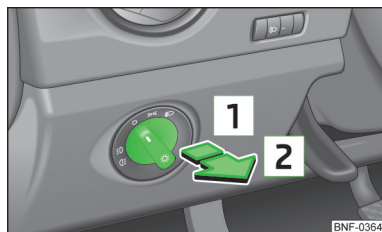

Fig. 25
- Drej først lyskontakten » Fig. 25 til position **⌂** eller **⌂**.
- Drej først lyskontakten » Fig. 25 på side 32 til position **⌂** eller **⌂**.
- Drej lyskontakten » Fig. 25 på side 32 til position $\rightarrow$, og lås bilen.